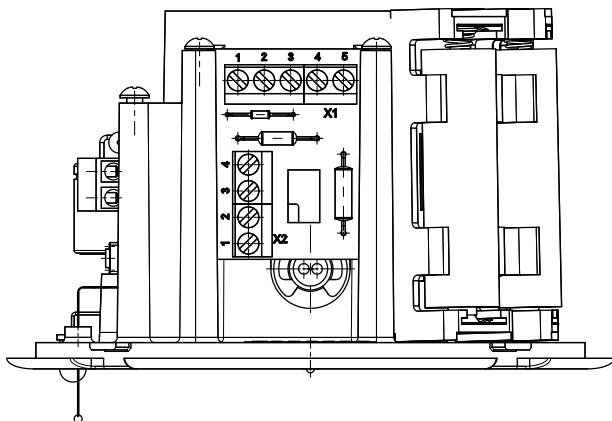

Рисунок 2 - Вид платы дистанционного управления
4.7 Для перевода устройства в режим дистанционного управления следует разорвать цепь подключения пиротехнического привода путем подачи напряжения управления на контакты клеммника X1 платы дистанционного управления (рисунок 2).